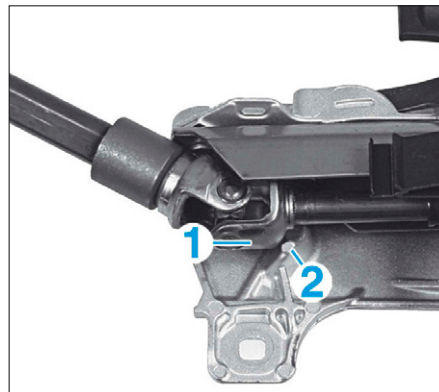

FIG. 10
- Vérifier l'absence de contact entre la rotule (1) et le plot (2) (Fig.10).